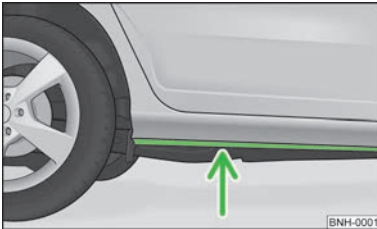

Abb. 94
- Daher vor einer Wasserdurchfahrt die Wassertiefe feststellen. Der Wasserstand darf maximal an den Steg des Unterholms reichen » Abb. 94;